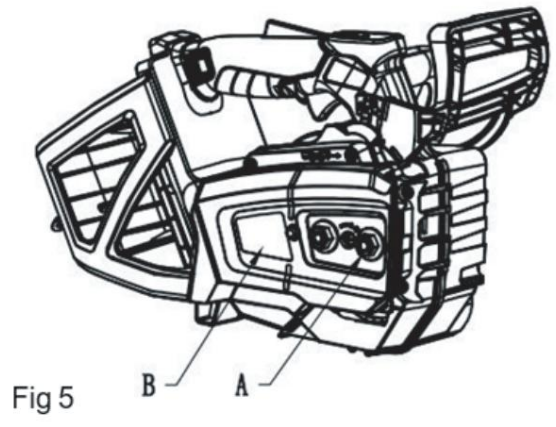

Fig 5
1. Løsn de to møtrikker på tandhjulsdækslet (A) (fig. 5).
2. Fjern tandhjulsdækslet (B) (fig. 5).